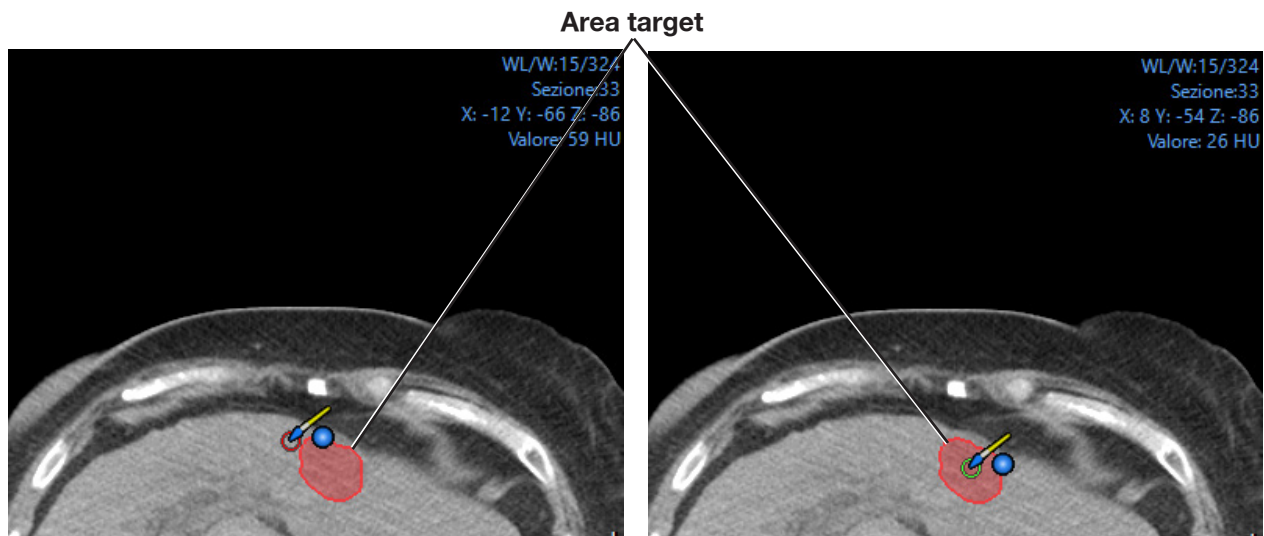

Figura 3-17: Utilizzo dello strumento Modifica per ridurre (riquadro sinistro) o aumentare (riquadro destro) le dimensioni dell'area target.
12. Per allargare parti del target, posizionare il cursore del mouse appena all'interno dell'area del target: apparirà un cerchietto verde. Fare clic e tenere premuto il tasto del mouse, utilizzando il cursore per spostare il cerchietto. Trascinare lentamente il cerchietto verde lungo il bordo del target (Figura 3-17).